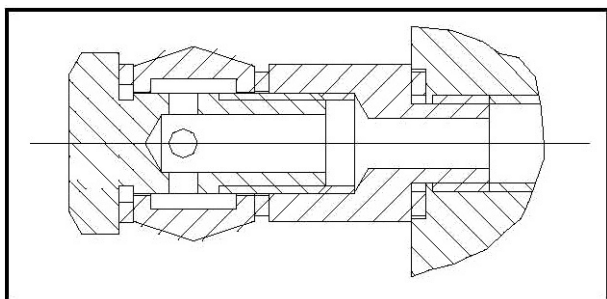

Fig. 34
- ◆ Ligue a unidade hidráulica à passagem do circuito com um tubo flexível. (Fig. 34)